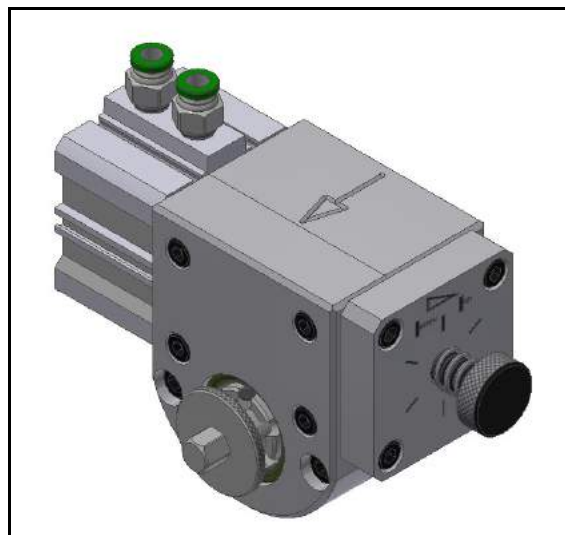

FIGURE 5-3. EMBLACEMENT DES FILTRES DU MODULE D'AVANCE
1. Dévissez et retirez les filtres à air à chaque extrémité du module d'avance (Figure 5-3).